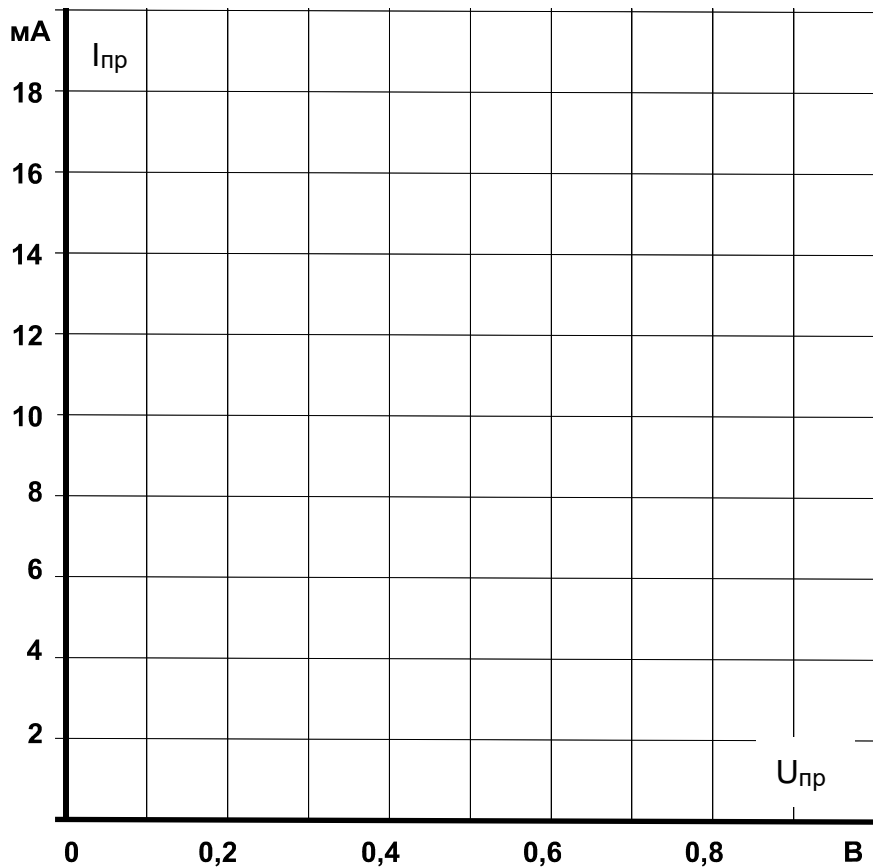

Рис. 5.2.2
- На графике (рис. 5.2.2) постройте характеристику включения **p-n** переходов $I_{\text{пр}} = f(U_{\text{пр}})$.